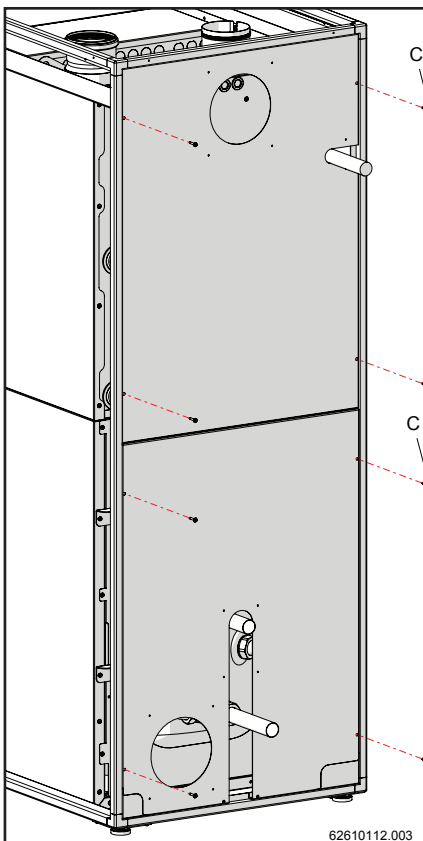
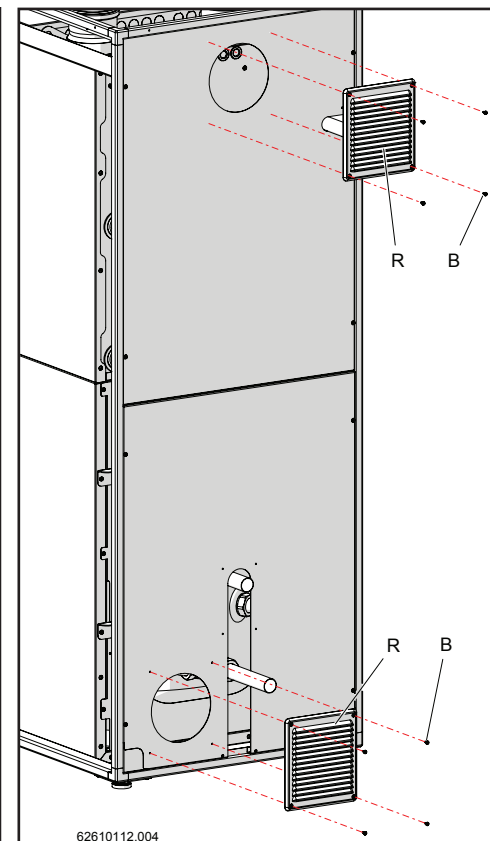

Figura 12-20
Figura 12-21
- 9.- Inserire le coperture (AG) e (AH) nel senso indicato dalle figure 12-18 e 12-19 e fissarle alla struttura con le viti "C" (figura 12-20). Applicare, quindi, le grate anti-pioggia "R" tramite le viti "B", come mostrato in figura 12-21.